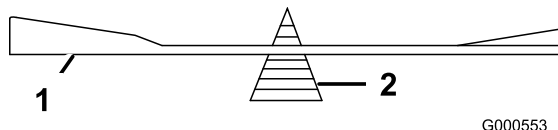

Bild 91
2. Prüfen Sie die Auswuchtung des Schnittmessers auf einer Ausgleichsmaschine (**Bild 91**).